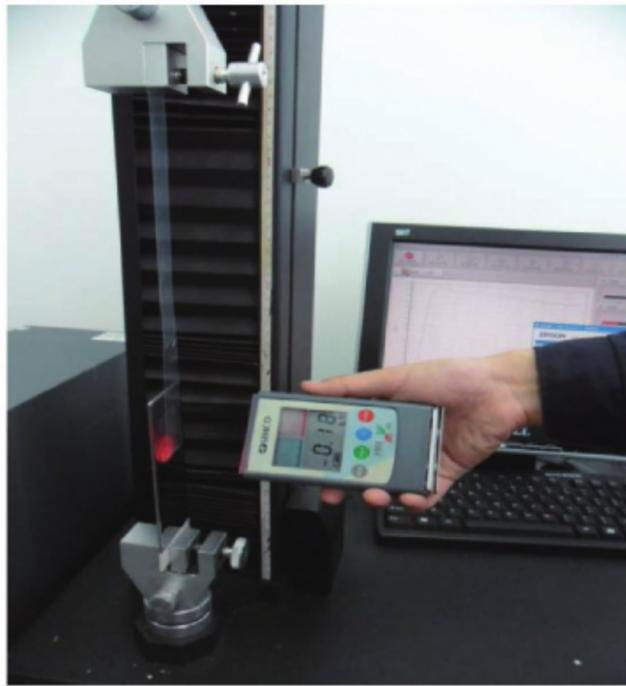

图2 胶粘带剥离电压测试示意图
7.2.6 检测:保持静电电压测试仪与实时剥离位置之间的距离 25 mm,在胶粘带与隔离材料分离时,用静电电压测试仪检测分界面处剥离电压并记录。见图 2。
7.3.6 检测:保持静电电压测试仪与实时剥离位置之间的距离 $25$  mm,在胶粘带与试验板分离时,用静电电压测试仪检测分界面处剥离电压并记录。见图2。